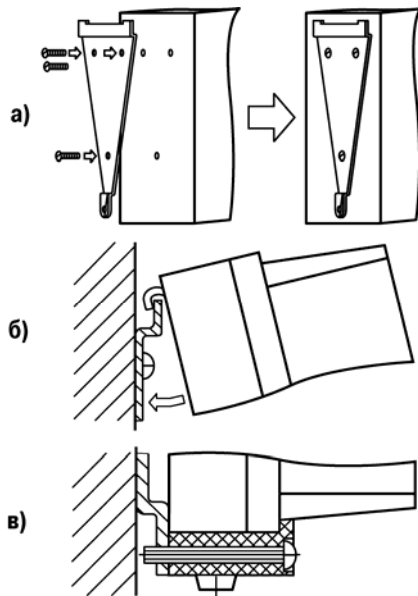

Рисунок 7.1 – Монтаж прибора настенного исполнения
- а) закрепить кронштейн тремя винтами М4×20 на поверхности, предназначенной для установки прибора (см. Приложение А и рисунок 7.1, а).
- б) зацепить крепежный уголок на задней стенке прибора за верхнюю кромку кронштейна (рисунок 7.1, б)
- в) прикрепить прибор к кронштейну винтом М4×35 из комплекта поставки (рисунок 7.1, в).